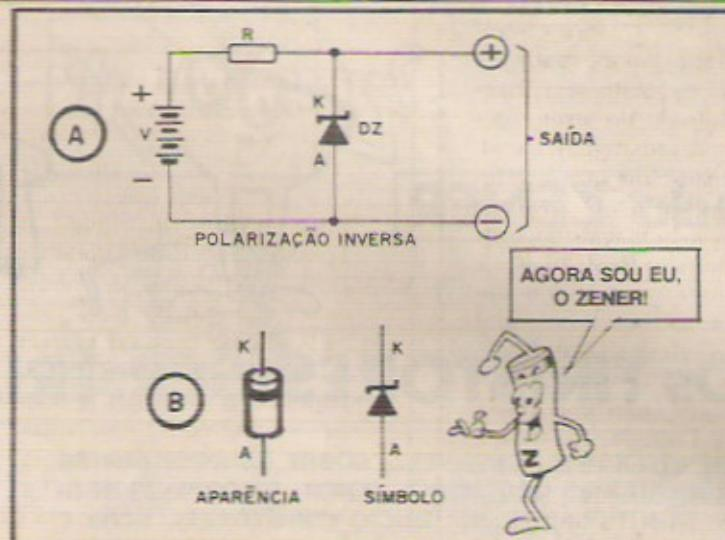

Fig. 2
- FIG. 2-A - Um DIODO ZENER (DZ), diferentemente dos DIODOS COMUNS, é industrialmente feito com a "intenção" de não queimar-se ou romper-se, quando submetido a tensões inversas além do seu natural limite... Quando isso ocorre, o ZENER simplesmente passa a atuar como um "livre condutor"! Isso quer dizer que, enquanto a Tensão V for menor do que o referencial de Tensão do diodo DZ, este se opõe, "firmemente", à passagem de qualquer corrente... Já quando a Tensão V se iguala ou ultrapassa a Tensão referencial do DZ, este se comporta como um "interruptor fechado", permitindo o trânsito praticamente livre da corrente! O mais importante e interessante, é que com toda facilidade, podem ser produzidos DIODOS ZENER com os mais diversos referenciais de Tensão (TENSÃO ZENER)! Por exemplo: existem DIODOS ZENER cuja "barreira" é vencida aos 3,3V, ou aos 6,2V, ou aos 12,0V, e assim por diante, em ampla gama de valores (detalhes mais à frente, e na Seção AR-
QUIVO TÉCNICO da presente ABC...). Com essas especiais características, o DIODO ZENER se presta a uma importante função: ABAIXAR e REGULAR Tensões! Isso quer dizer que, na configuração circuitual básica mostrada na Fig. 2-A, praticamente qualquer que seja o valor da Tensão de Entrada "V", a de Saída será sempre igual ao referencial do Zener DZ! O Resistor R (cujo cálculo detalharemos mais adiante...) exerce a função de limitar a Corrente através de DZ, já que, se ultrapassados certos limites naturais, este afinal se "queimar" (NÃO porque submetido a Tensão Inversa, mas SIM porque submetido a excessiva Corrente...).
- FIG. 2-B - Conforme fazemos com todas as peças abordadas aqui no ABC, afinal os importantes "códigos visuais":